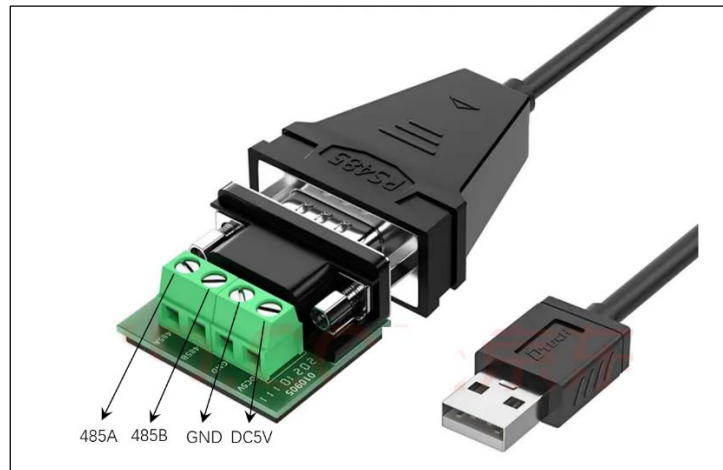

图 4.1.4 RS-485 转换器的外观结构
(3) 在笔记本电脑 Windows 系统中利用设备管理器，查看是否有需要使用的串口，确认 USB-RS485 转换器驱动已经安装。RS-485 转换器的外观结构如图 4.1.4 所示，其中的 5V 电源在连接 485 接口设备较多，电路驱动能力不足时需要连接，连接设备数量较少时可以不接 5V 电源。